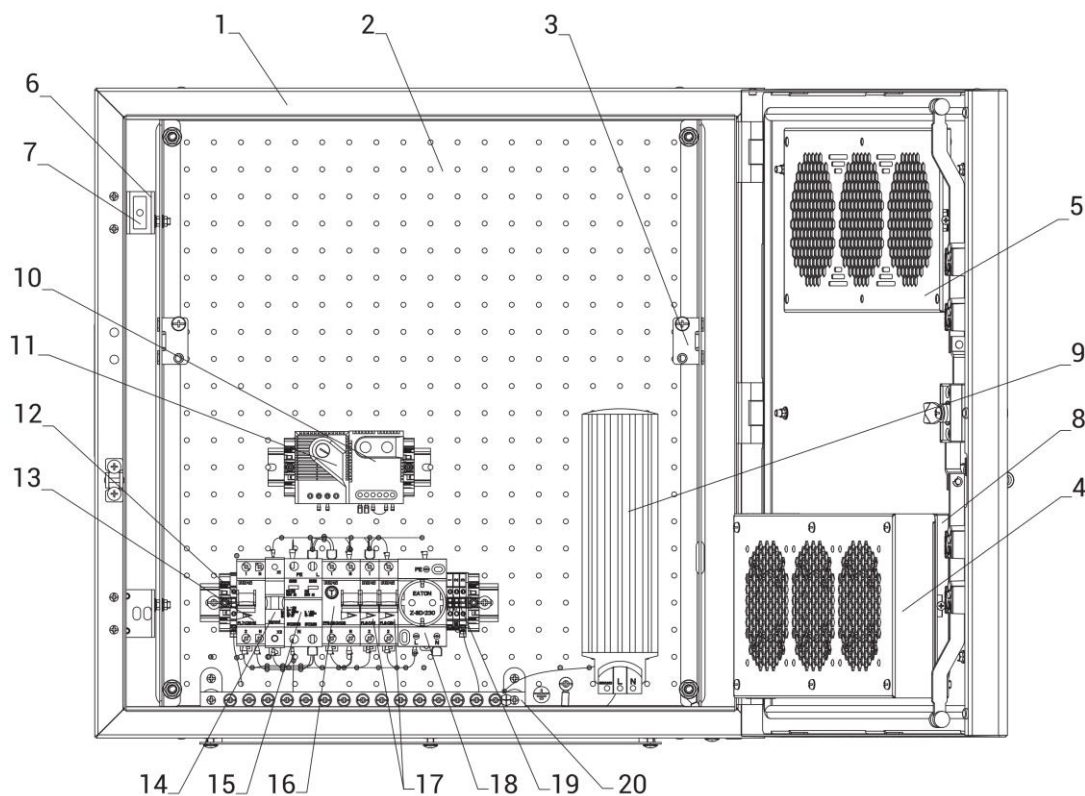

Рисунок 1. Общий вид шкафа F65 настенного укомплектованного
На тыльной перфорированной панели закреплены шина заземления (поз. 20 рис. 1), две DIN-рейки с установленным электрораспределительным и климатическим оборудованием. На верхней рейке установлены термостат (поз. 10 рис. 1) и гигростат (поз. 11 рис. 1). На нижней рейке установлены компоненты вводно-распределительного устройства (ВРУ):
- вводной автоматический выключатель QF1 (поз. 13 рис. 1);
- автоматические выключатели QF2, QF3 (поз. 17 рис. 1);
- ограничитель перенапряжения FV1 (поз. 15 рис. 1);
- УЗО QA1 (поз. 16 рис. 1);
- индикатор напряжения HL1 (поз. 14 рис. 1);
- модульная розетка XS1 (поз. 18 рис. 1);
- клеммная группа XT2 (поз. 19 рис. 1).
На кронштейне (поз. 6 рис. 1), закрепленном на петле двери, установлен датчик открытия двери (поз. 7 рис. 1). Кабель от модуля вентиляторного подключается к клеммнику XT2 (поз. 19 рис. 1).
Вводно-распределительное устройство представляет собой набор активных компонентов для подключения внешнего электропитания и распределения внутренних линий. ВРУ размещается на оцинкованной перфорированной панели (поз. 12...20 рис. 1). ВРУ служит для распределения питания и защиты от перегрузок и утечек во внутренних линиях, а также для защиты оборудования от высоких токов перенапряжения и грозовой защиты. Схема ВРУ представлена в разделе 10. Схемы электрические принципиальные
Полупроводниковый нагреватель устанавливается на нижней DIN-рейке, используется для нагревания воздуха внутри шкафа (поз. 9 рис. 1), обозначение на схеме – **EK1**. Кабель от нагревателя подключается к клеммнику **XT2** (поз. 19 рис. 1).
В шкафах, укомплектованных системой климат-контроля с кондиционером, блок микроклимата установлен в переднюю дверь (поз. 11 рис. 1, 2). Блок системы охлаждает или нагревает воздух внутри шкафа в зависимости от сигналов интегрированных датчиков. Подробное описание системы микроклимата с кондиционером прилагается.